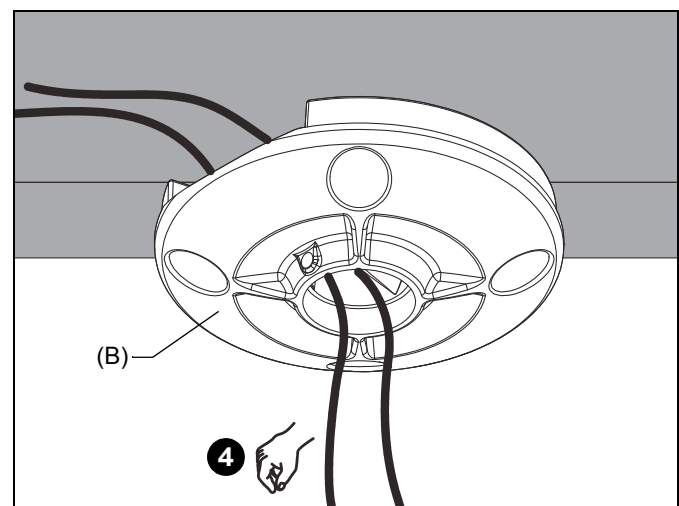

Figure 3
4. Faites passer les câbles à travers les orifices de la plaque de plafond (B). (Voir Figure 3)